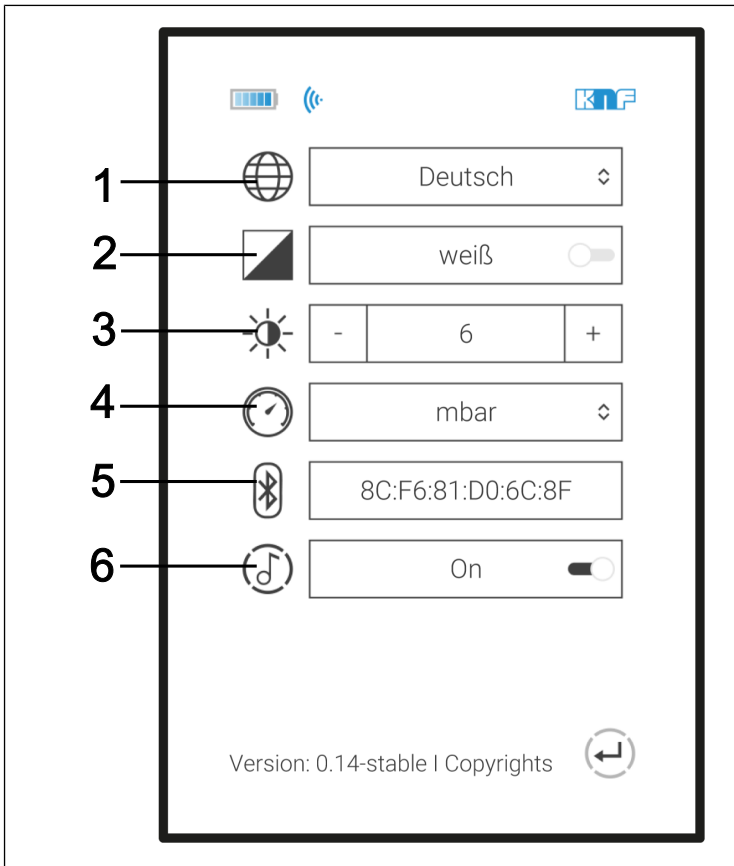

Abb. 16: Menü: Einstellungen
- Menüs zur Auswahl der Einheit der Druckanzeige (Abb. 16/4).
In den Einstellungen (Abb. 16) können Sie zwischen den Menüsprachen Deutsch, Englisch, Französisch, Italienisch, Spanisch und Niederländisch auswählen (Abb. 17).
Auswählen lässt sich die Druckeinheit über die Einstellungen (Abb. 16) und dort über das Menü Druckeinheit (Abb. 16/4).